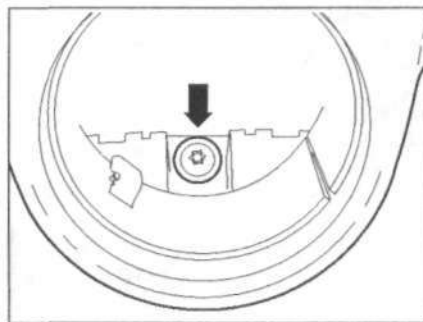

Рис. 12.49. Открутите винт (стрелка).
6. Открутите винт (стрелка) (рис. 12.49).